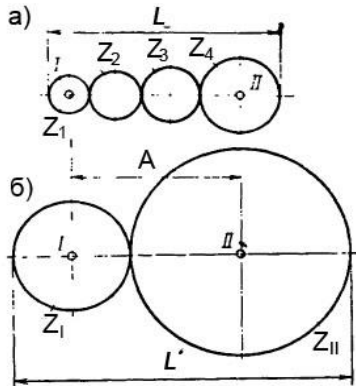

Рис. 38. Схемы 2-х и 4-х колесных зубчатых передач с одинаковым расстоянием A и модулем m
Вращательное движение между валами I и II происходит при помощи четырех зубчатых колес (рис. 38). Числа зубьев колес: $z_1=23$, $z_2=28$, $z_3=32$, $z_4=46$.
3. Находим габаритные размеры передачи L (рис. 38, а):